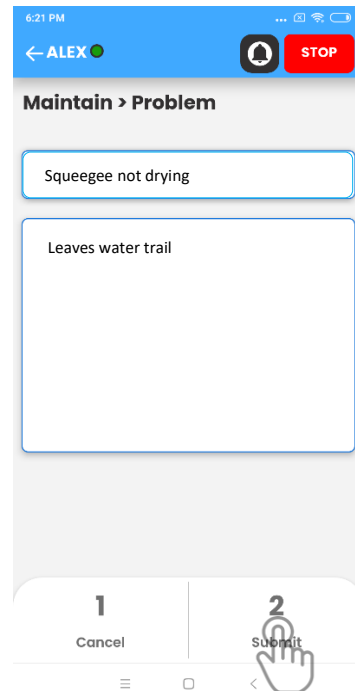

Fig. 5
2. De Onderhoudspagina kan ook worden gebruikt om nieuwe problemen met het gebruik van de R3 SCRUB te melden door te klikken op de knop "Probleem" en geef een beschrijving van het probleem (Fig. 5).